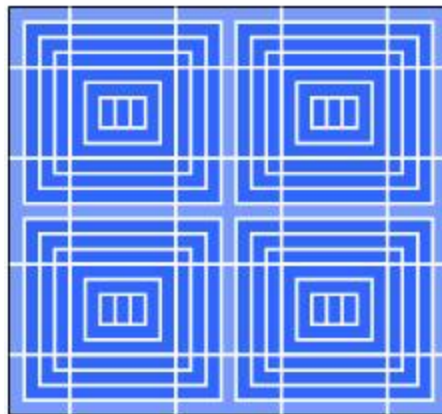

Figura 1.2
B. Celule de siliciu policristalin (figura 1.2)